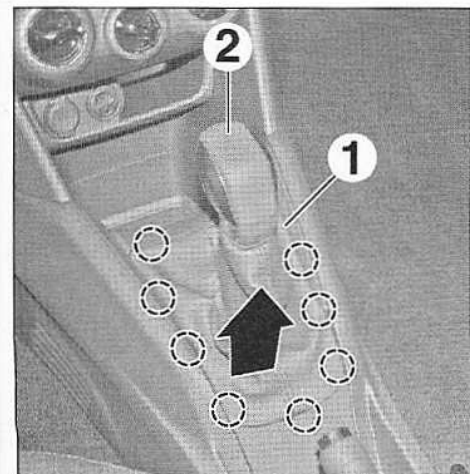

FIG.1
- Dégrafer le soufflet du levier de vitesses (1) (Fig.1).
- Déposer le soufflet (1) avec le pommeau de levier de vitesse (2).